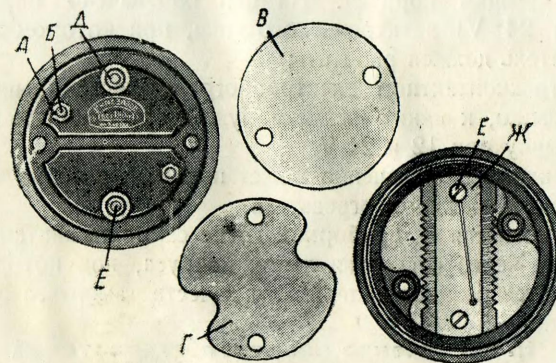

Рис. 4. Двухконтактный электрообогреватель
Бортовые авиачасы представляют собой механизм типа карманных часов 15-каменных, смонтированных в бакелитовом корпусе. На внутренней стороне крышки корпуса смонтирован электрообогреватель (рис. 4, 5), позволяющий часам бесперебойно работать при низких температурах до -60°C .
а) Двухконтактные электрообогреватели (старой конструкции, рис. 4) являются съемными и рассчитаны для включения в сеть самолета напряжением тока или 12 или 24 V. На крышке двухконтактного электрообогревателя обозначено напряжение (12 или 24 V) электрического тока, при котором электрообогреватель должен работать.
Электрообогреватель состоит из фехрелевой проволоки, намотанной на слюдяную гребенку, изолированную слюдяными пластинками (Г, рис. 4 и 5); все это соединено контактными винтами и гайками (Е, Д, рис. 4 и 5), с крышкой обогревателя и крышкой корпуса двумя крепежными винтами и гайками (А, Б, рис. 4 и 5).
а) Включение двухконтактного обогревателя. Для включения электрообогревателя в работу следует ввести кабельные наконечники между шайбами контактных винтов и закрутить их гайкой и контргайкой (Д, рис. 4) от руки, не прибегая к помощи инструментов.
- б) отвернуть и снять две гайки крепежных винтов подогревателя А (рис. 4 и 5) и отвернуть 2 винта В (рис. 4 и 5);
- в) снять покрывку обогревателя В (рис. 4 и 5);
- г) снять изоляционную пластинку Г (рис. 4 и 5);
- д) отвернуть и снять контргайки, крепежные гайки и снять шайбы контактных винтов Д (рис. 4 и 5);
- е) отвернуть контактные винты Е (рис. 4 и 5);
- ж) вытолкнуть штифты и снять пластинку подогревателя Ж (рис. 4 и 5).